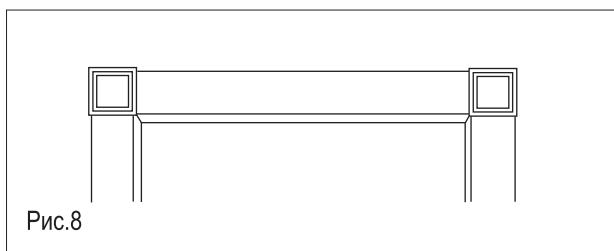

Рис.8
- Г** С помощью шкантов установите верхние замки 100\*100, соединив их с горизонтальными стойками. Рис.8.